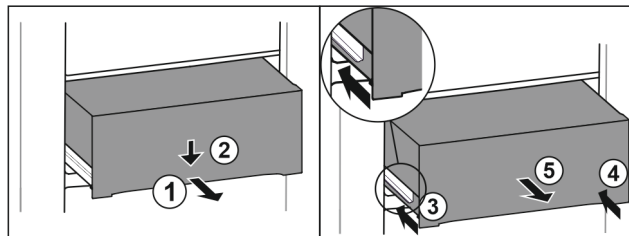

Fig. 153
- ▶ Вытяните выдвижной ящик наполовину. Fig. 153 (1)
- ▶ Вдавите выдвижной ящик в передней части вниз. Fig. 153 (2)
- ▶ Задвиньте левую направляющую прим. на 2 см. Fig. 153 (3)
- ▶ Задвиньте правую направляющую прим. на 2 см. Fig. 153 (4)
- ▶ Извлеките выдвижной ящик движением вперед. Fig. 153 (5)